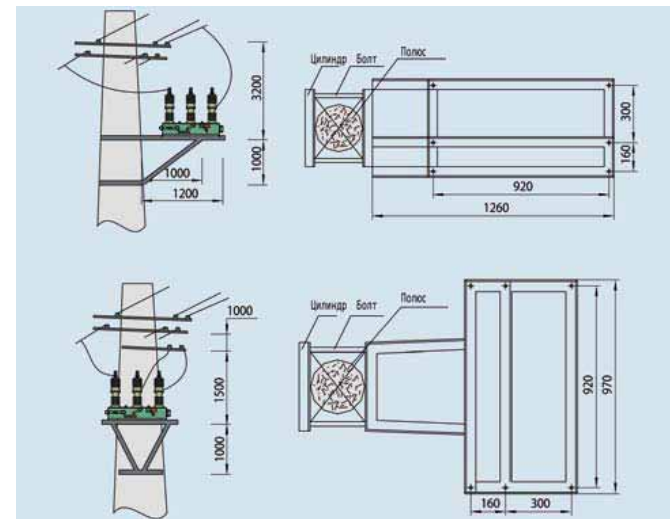

Рис. 6.7 Монтажные размеры выключателя
6.7 Монтажные размеры выключателя (см. рис. 6.7)